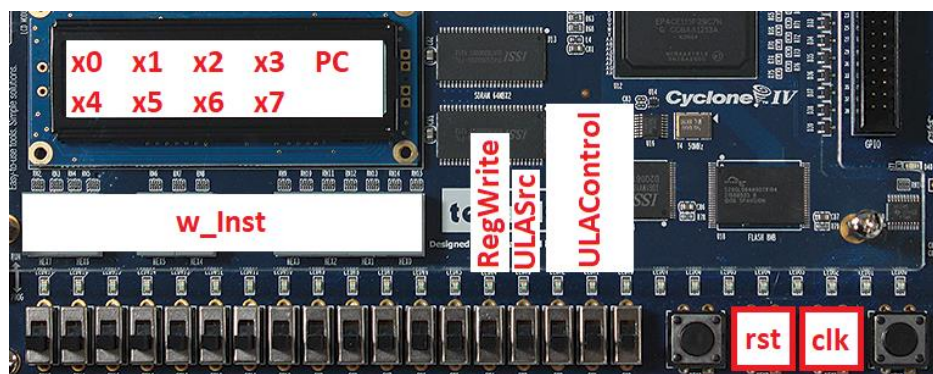

Figura 6 – Placa
- Faça uma pequena alteração no módulo RegisterFile. Crie 8 saídas auxiliares para visualizar externamente os valores de cada um dos registradores. Ao instanciar o módulo, faça as seguintes ligações: *.x0(w_d0x0)*, *.x1(w_d0x1)*, *.x2(w_d0x2)*, *.x3(w_d0x3)*, *.x4(w_d1x0)*, *.x5(w_d1x1)*, *.x6(w_d1x2)*, *.x7(w_d1x3)*. Nesse caso, o LCD deverá ficar conforme a Figura 6.